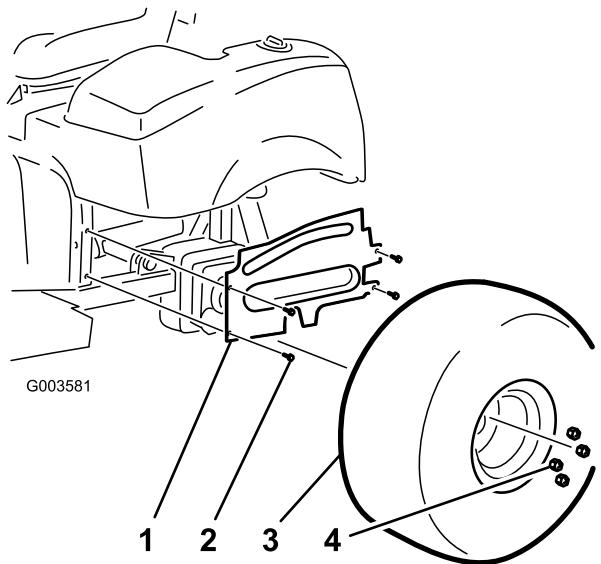

图 38
9. 安装将左轮护罩固定到机架的 4 个凸缘头螺丝 图 38。
10. 安装左后轮胎 图 38。